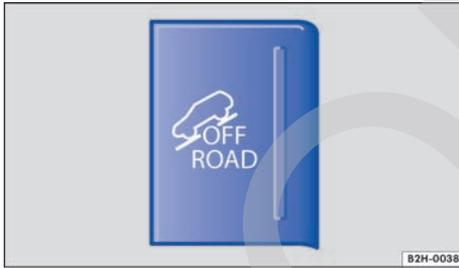

Fig. 111 En la consola central: tecla para conectar y desconectar manualmente la función fuera de carretera.
- El asistente de descenso se conecta manualmente pulsando la tecla  ⇒ fig. 111 situada en la consola central.